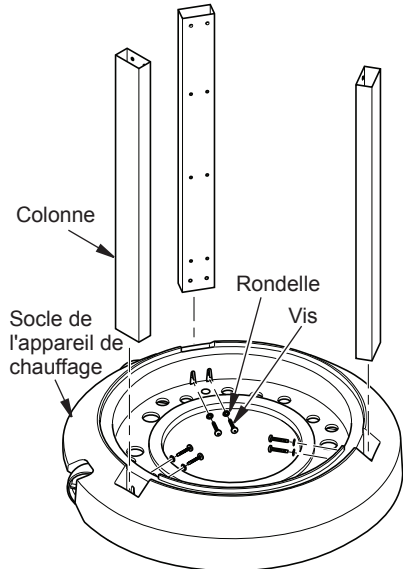

Figure 3 - Installation des colonnes dans le socle
1. Identifiez le socle de la table de l'appareil de chauffage et les trois colonnes de table qui ont un trou d'un côté seulement. Tout en vous assurant que toutes les colonnes sont orientées comme illustré à la figure 3, faites glisser les colonnes dans le socle et fixez-les avec les vis (A) et rondelles (B) dans les trous du bas comme illustré.